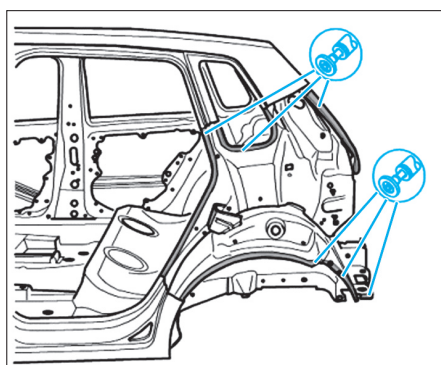

FIG. 108
- Enlever les morceaux de tôle restants comme illustré (Fig.108).